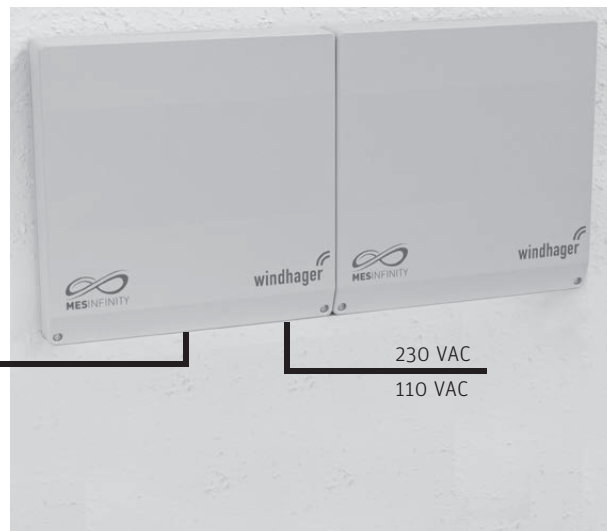

Fig. 30 Moduli funzionali (regolazione MES INFINITY) con montaggio a parete
- ▶ essere montati a una parete (Fig. 30) – punto 13.6.1 oppure